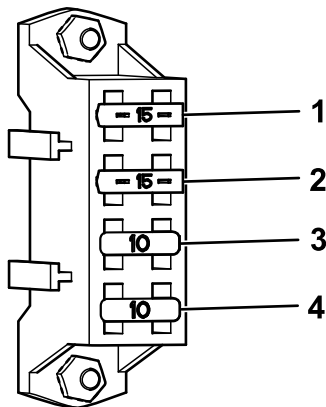

Figure 57
4. Remplacez les fusibles grillés (Figure 57).